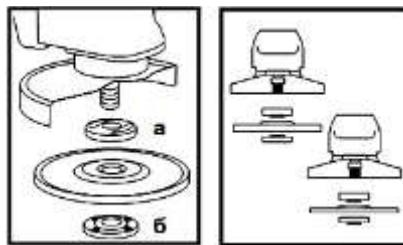

Рисунок 2
4.4 Встановіть на виріб шліфувальний або відрізний круг. Для цього натисніть на кнопку фіксації шпинделя (1) і поверніть його до такого положення, при якому він зафіксується. За допомогою вілочкового ключа з комплекту виробу відверніть і зніміть затискну гайку (6) (дивіться рисунок 2). Встановіть шліфувальний диск на посадкове місце фланцевої шайби (а) (рисунок 2), наживіть рукою затискну гайку на шпиндель і затягніть її ключем з комплекту пристладу.